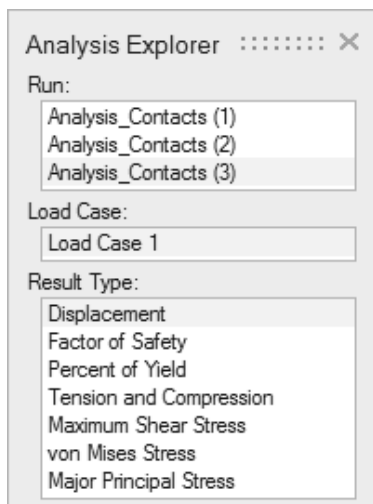

图 12-37
3) 在运行下的分析探索器中, 选择 Analysis_Contacts (3), 如图 12-37 所示。位移结果类型应仍然可见。